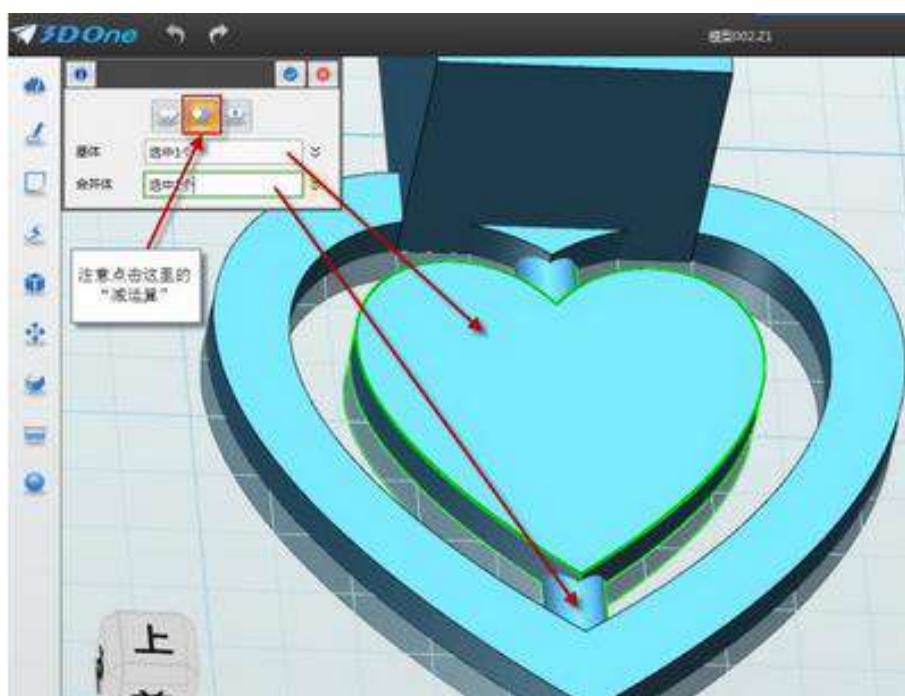

图 1-13
Step 13 组合减运算，把中间的心挖空。选择中间的心，点击“减运算”，如下图 1-13 所示：